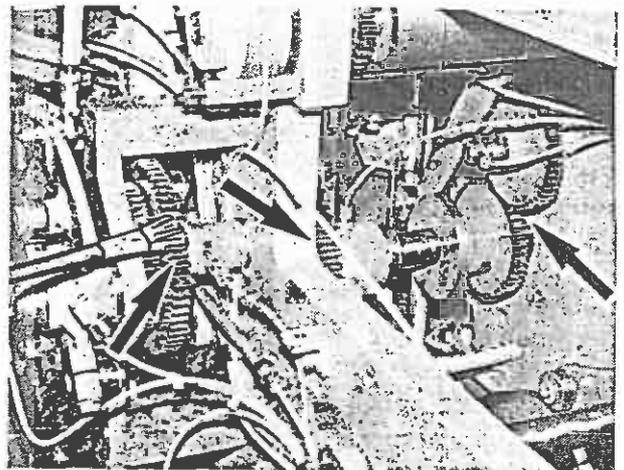

Bild 56
2. Alle freiliegenden Zahnräder, Zahnsegmente und Zahnstangen mit Fett einpinseln (Bild 56/ Pfeile) (Schmierstoff siehe Abschnitt 1.2).